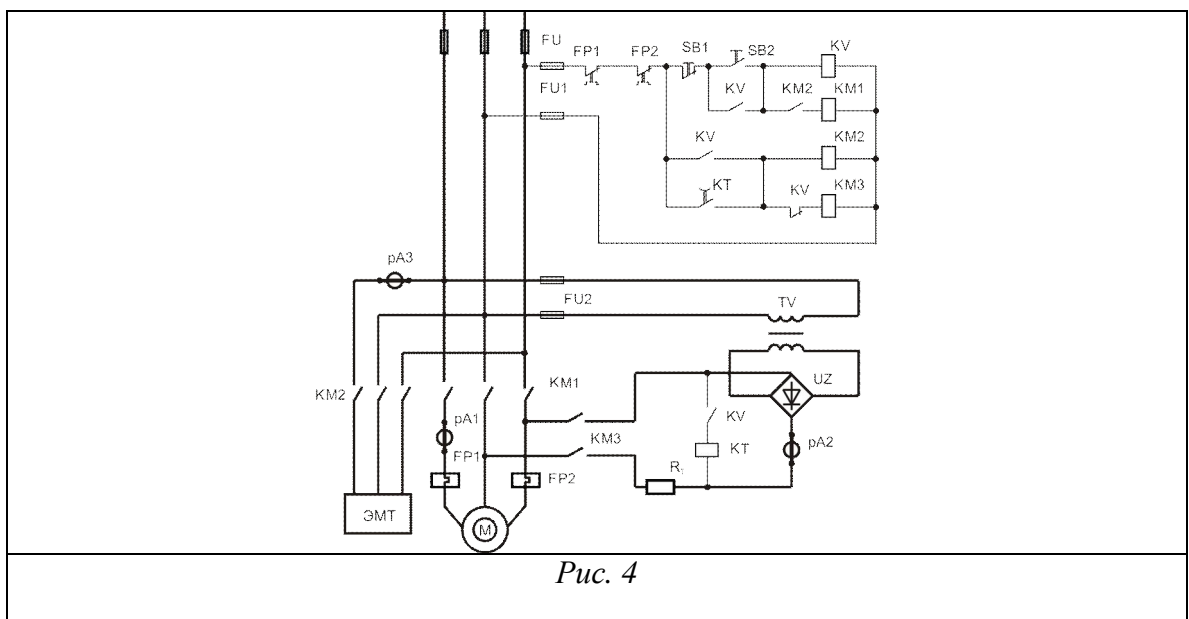

Рис. 4
5. Определить состав схемы (рис. 4), найти элементы схемы на щите. Собрать схему, проверить работу двигателя в процессе пуска и торможения. Продемонстрировать работу